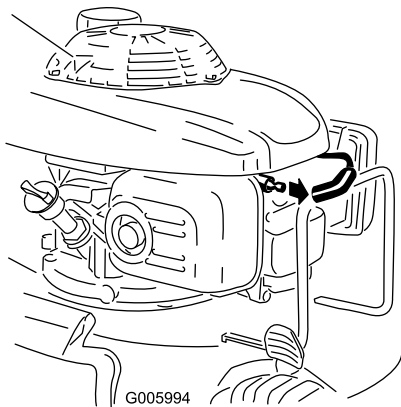

Bild 34
2. Ziehen Sie das Zündkabel von der Zündkerze ab, bevor Sie Wartungsarbeiten ausführen (Bild 34).
2. Klemmen Sie das Zündkabel von der Zündkerze ab (Bild 34).